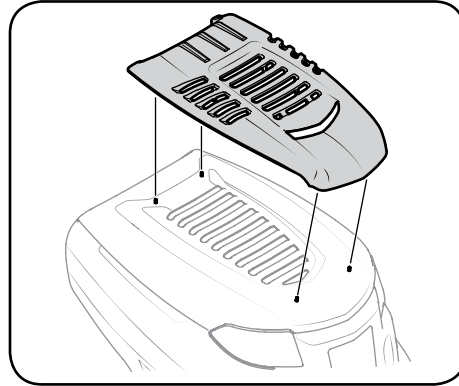

Figura 2-26
- Calce la toma de aire en su lugar usando el capó como guía. Consulte la Figura 2-26.